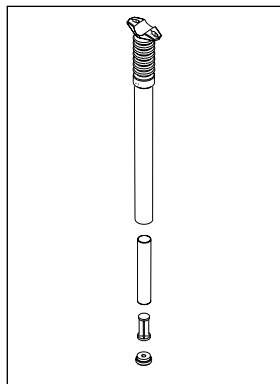

Fig. 2
- Schroef de afstelpin voor de voorbelasting los met een zeskantige steeksleutel van 6 mm (afb. 2).
- Verwijder de demper en eventuele afstandstukken van de buitenbuis. Onthoud op welke manier alle onderdelen geplaatst waren (afb. 2).